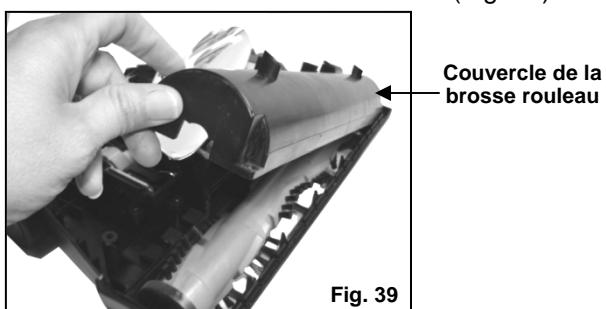

Fig. 39
7. Enlevez le couvercle de la brosse rouleau. (Fig. 39)